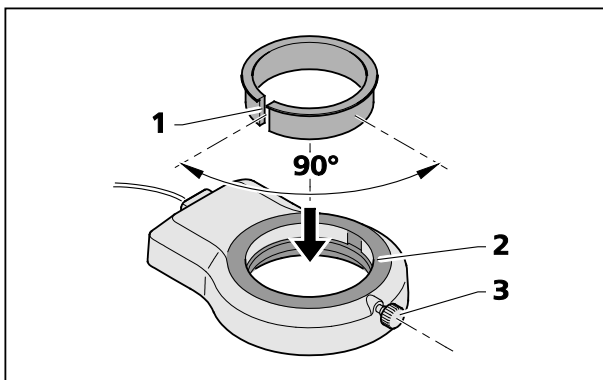

**Fig. 13 Montage de l'éclairage annulaire sur le corps de microscope**
- Enfichez le câble de raccordement (Fig. 13/1) de l'éclairage annulaire (Fig. 13/4) dans la prise inférieure (Fig. 13/2) du le support de microscope et dans la prise de l'éclairage annulaire.
- Appliquez l'éclairage annulaire sur le corps de microscope (Fig. 13/3) en le faisant coulisser par le bas, puis immobilisez-le avec la vis moletée (Fig. 13/5).
Soulevez l'éclairage annulaire portant la bague d'adaptation vers la lentille additionnelle et fixez l'ensemble avec la vis de serrage (Fig. 14/3) (comme sur Fig. 13).